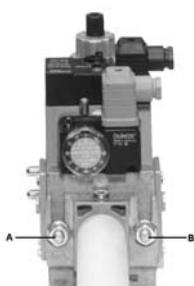

Рис. 17
3. Затянуть винты А, В, С и D (Рис. 17 - Рис. 18), соблюдая дистанции монтажа (Рис. 19);